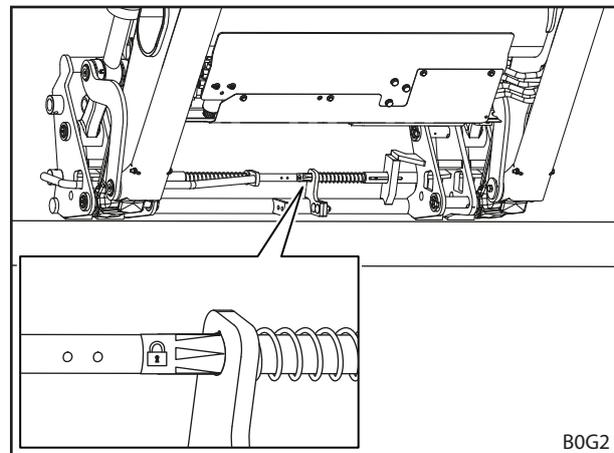

Fig. 61 Verificar o bloqueio da ferramenta através do autocolante (armação de troca combinada Euro-FR)
- (1) Acionar a função *Recolher*. Neste caso, o carregador frontal pode ser levantada, no máximo, 1,5 m.
**i** Na armação de troca combina Euro-FR, o autocolante encontra-se na placa de montagem do meio (consulte Fig. 61).